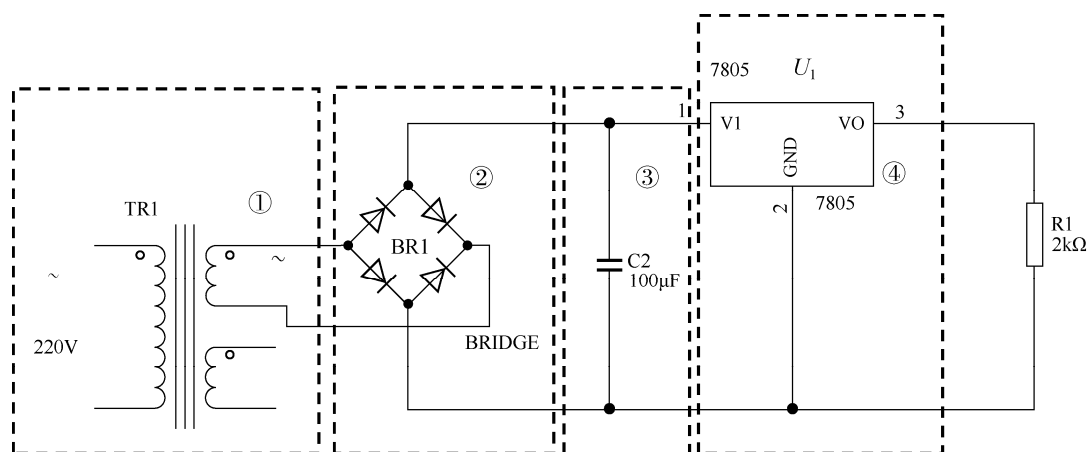

图 3-16 直流稳压电源电路
① 降压电路,如图 3-16 中的虚线框①所示,该部分电路包含一个变压器,用于把 220V 交流电压降为 12V 左右的交流电压,对应的波形图如图 3-17 中的①所示,为有效值是 12V 的交流电压波形图。
② 桥式整流电路,如图 3-16 中的虚线框②所示,该部分电路包含一个桥式整流电路,由 4 个整流二极管构成,用于把 12V 的正弦交流电压整流为 11V 左右的直流脉动电压,其波形图如图 3-17 中的②所示。
③ 电容滤波电路,如图 3-16 中的虚线框③所示,该部分电路包含一个 $100\mu\text{F}$ 的电容,该电容起滤波作用。电路工作时,电容两端电压充电到最高电压后,交流电压开始逐渐降低,这时电容开始放电,使得电压降低幅度不会太大,电压脉动减小,从而使电压整体脉动减小,达到滤波效果。图 3-17 中的③所示为脉动明显减小的直流电压波形图。
④ 稳压电路,如图 3-16 中的虚线框④所示,该部分电路包含一个三端稳压器 7805,用于把输出电压稳定为 5V,对应的波形图如图 3-17 中的④所示。可见,波形为一条直线,表示输出稳定的直流电压。7805 的最高输入电压为 35V,最低输入电压为 7V,输出电压稳定为 5V。78 系列稳压器有 7809、7812、78015 等,其输出电压分别稳定为 9V、12V、15V。